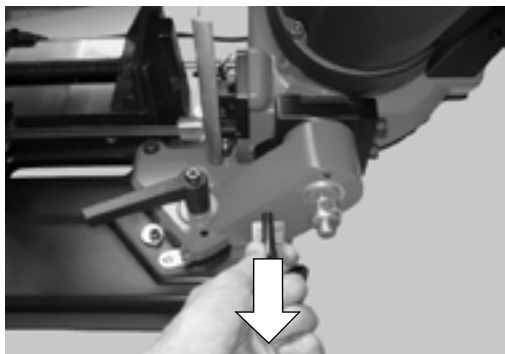

Abb. 3
Zur Verstellung des Schneidkopfs in die obere Position den Spannbolzen (B) nach hinten herausziehen (Abb. 3).